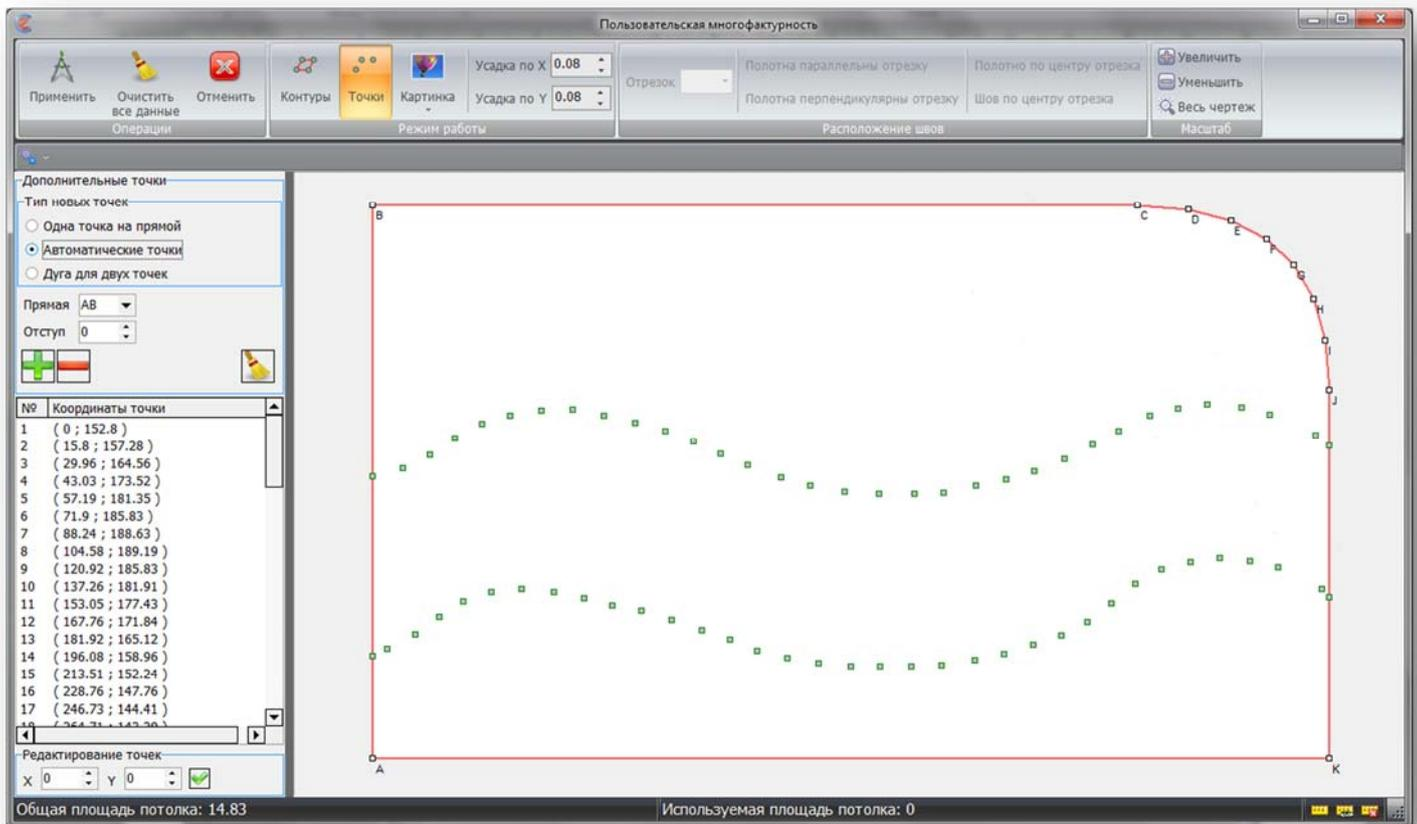

Рисунок 41 – Автоматические точки
3. Автоматические точки – если нажать левую кнопку мыши и провести мышкой по чертежу, то вслед за курсором мышки будут появляться новые точки, которые будут очерчивать новый контур (рисунок 41).